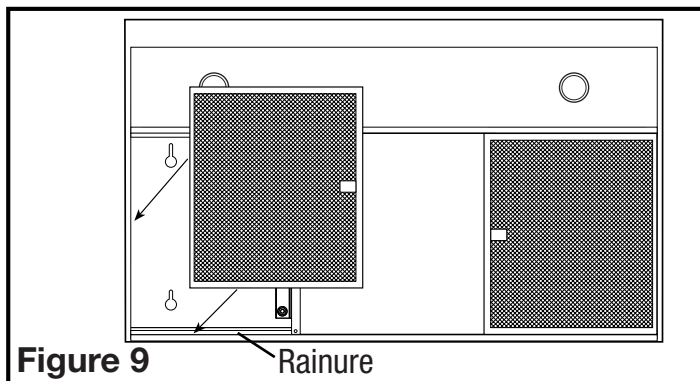

Figure 9
4. **Raccordements à la hotte (Figure 9) :**
5. **Connexions à la boîte de commutation (Figure 9) :**